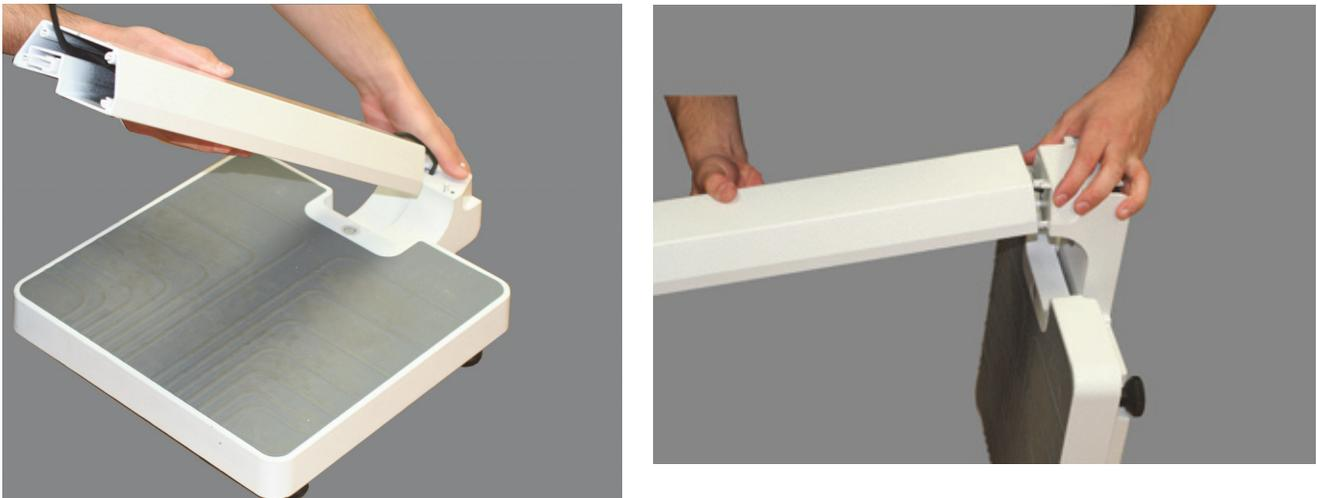

Figura 3-2. Ensamblando la Columna a la Base de la Báscula
4. Ensamble la columna a la base de la báscula, como se muestra en la Figura 3-2 asegurándose de no pellizcar el cable.